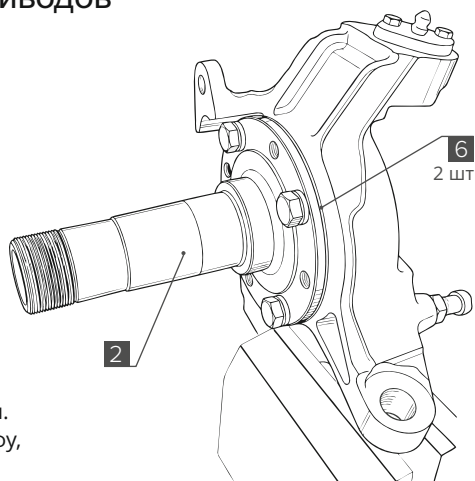

Рис. 2
2. Установите на цапфу [2] две регулировочные прокладки [6]. И, вместе с прокладками, установите узел в поворотный кулак. (рис.2)
8. Для совмещения точки перелома ШРУСа с осью поворота кулака установите на цапфу [2] дополнительные регулировочные прокладки [6] (смещение наружу, к колесу) или уберите часть ранее установленных прокладок (смещение внутрь, к редуктору). (рис.2)